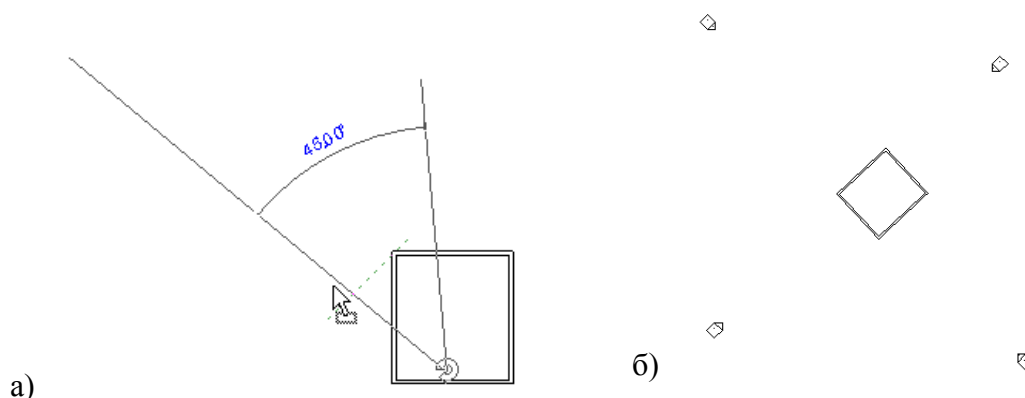

Рисунок 3.28. а) – поворот модели здания на плане, ориентированном по истинному северу; б) – вид в плане с моделью здания, ориентированной по истинному северу
- 4.1.1. Для установки угла поворота на панели параметров для параметра "Угол между условным и истинным севером" введите нужное значение. Например, если разность между условным севером (направлением вверх на виде) и истинным севером составляет 45 градусов, введите 45. Модель на виде поворачивается на указанный угол (рисунок 3.28).